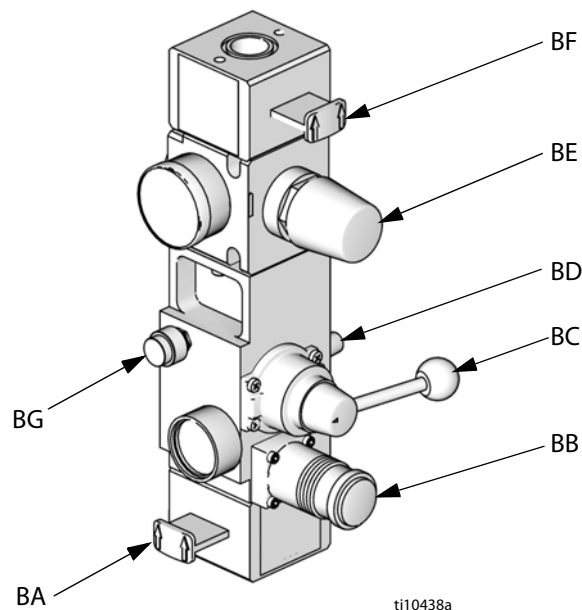

Рис. 4. Встроенные элементы управления подачей воздуха
| J | Встроенные элементы управления подачей воздуха (см. Рис. 4) | | |
- Встроенные элементы управления подачей воздуха (J). См. Рис. 4.
- Электромагнитный клапан пневматического двигателя (AD). Электромагнитный клапан включен, когда выбранный плунжер включен и находится в рабочем режиме, режиме рециркуляции или режиме заправки. Электромагнитный клапан выключен, когда система выключена или находится в режиме снятия давления, либо когда плунжер неактивен и находится в режиме готовности. Индикатор электромагнитного клапана загорается при включении.